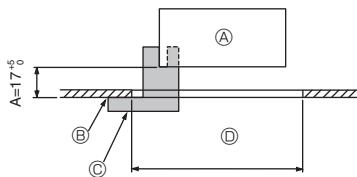

Fig. 9-2
9.2. Vorbereitung zum Anbringen des Gitters (Fig. 9-2)
- Mit der mit diesem Bausatz gelieferten Lehre ② die Position des Hauptgeräts im Verhältnis zur Deckenoberfläche überprüfen. Wenn das Hauptgerät im Verhältnis zur Deckenoberfläche nicht richtig positioniert wird, kann Luft austreten, oder es kann sich Kondensationsflüssigkeit ansammeln.
- C Installationsmessgerät ② (in das Hauptgerät eingeführt)